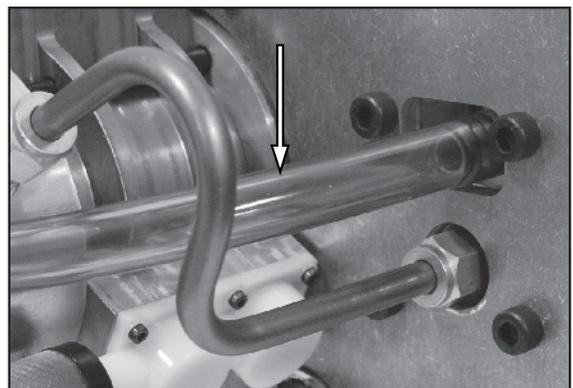

Figure 57.
2. Voir Figure 57. Enlevez le tuyau flexible.